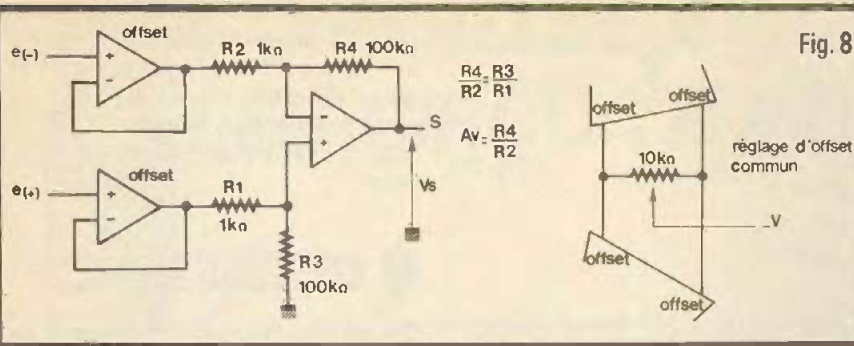

Fig. 8
**AMPLIFICATEUR DIFFERENTIEL POUR INSTRUMENTATION (fig. 8)**
Variante de la figure 8, ce montage permet de bénéficier d'une masse virtuelle flottante. les amplis montés en